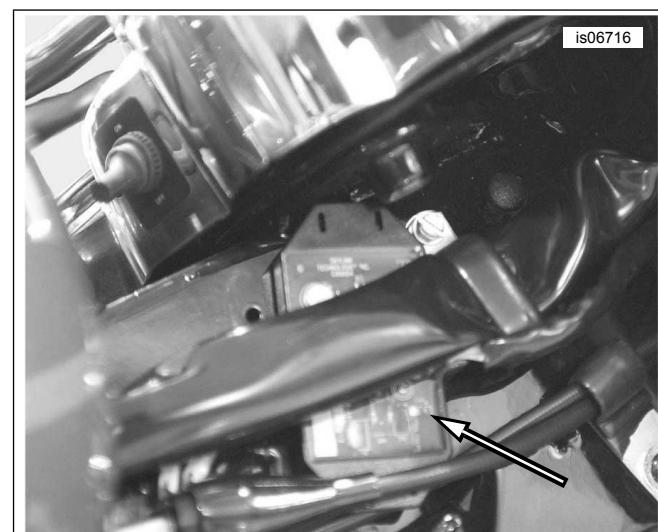

Figura 10. Immuntar tal-Trasmettitor Ħdejn it-Tubu tal-Furketta (FLHR tal-2013-iktar kmieni)
2. Neħħi t-tejp protettiv mill-qoxra tal-adeživ fuq naħha waħda tal-pad tal-foam għal fuq it-trasmettitor (3).
3. Ara Figura 10. Immonta t-trasmettitor mal-ġenb tal-lemin tal-frejm ħdejn it-tubu tal-furketta.